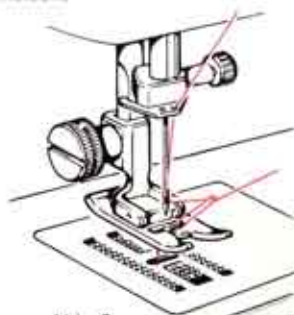

Abb. 8
6. Heraufholen des Unterfadens/ Nähbeginn (Abb. 8)